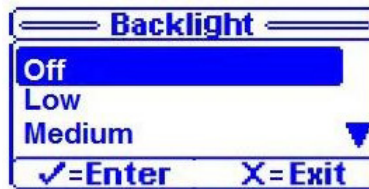

Figure 56 – Rétroéclairage
4. Sélectionner une intensité de rétroéclairage (Figure 56).